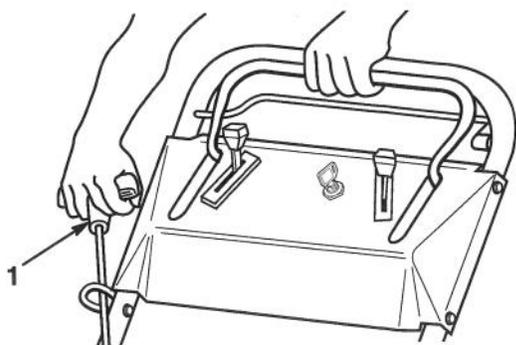

Figure 53
2. Faire tourner plusieurs fois lentement le moteur en tirant sur le cordon du démarreur pour répartir l'huile (Fig. 53).